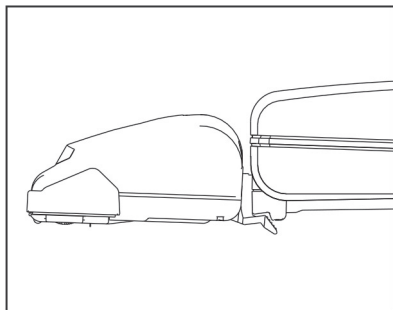

Fig. 2
2. Abaissez davantage la poignée pour pouvoir poser l'aspirateur à plat sur le plancher (Fig. 2)